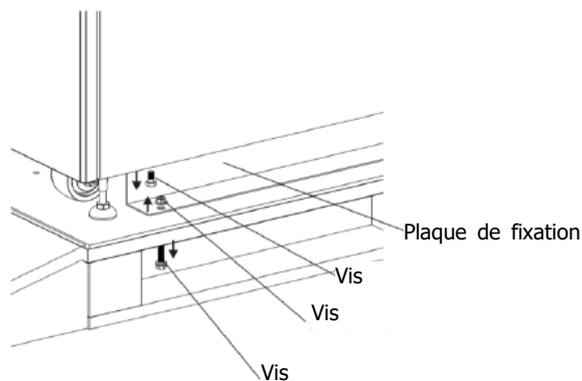

Figure 2-4
- Retirez les 4 plaques de fixation de l'armoire et desserrez les pieds en les tournant dans le sens antihoraire. Ensuite, déplacez l'armoire de la palette. Reportez-vous la figure 2-4.